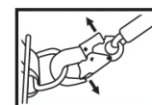

Рис. 8
- Форма и строение стационарной конструкции должны исключать возможность самопроизвольного сползания и отсоединения устройства (рис. 8, 9).